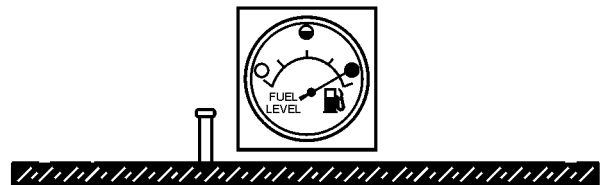

Figure 33. Réservoir de carburant plein
3. **NE JAMAIS trop remplir le réservoir** — Il est important de lire la jauge de carburant lors du remplissage du réservoir de carburant de la remorque. **NE PAS** attendre que le carburant soit visible dans la goulotte de remplissage (Figure 33).